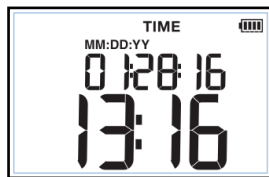

Figure 3. Date et heure
1. Appuyez sur **SETUP** jusqu'à ce que **TIME (DATE ET HEURE)** s'affiche à l'écran. Voir la Figure 3.